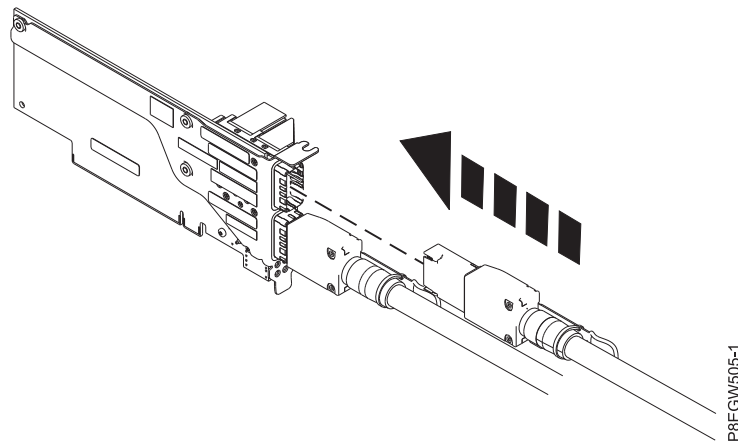

Figure 6. Remplacement du câble de tiroir d'extension dans l'adaptateur de câble PCIe3 sur le système hôte
5. Connectez le câble de tiroir d'extension de remplacement en le branchant dans le port de l'adaptateur de câble PCIe3 sur le système hôte, comme illustré à la figure 6.
7. Connectez le câble de tiroir d'extension (A) en branchant le connecteur de câble dans le port du module d'E-S sur le tiroir d'extension EMX0 PCIe3, comme illustré à la figure 6.